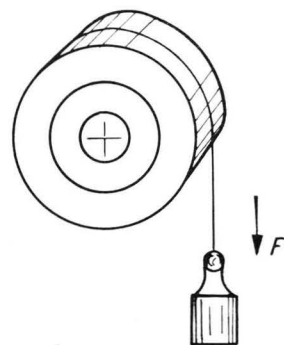

Bild 3
2. Einstellen der Vorspannung der Bremszugstangenfeder, und zwar so, daß bei gleichgroßem Kraftangriff  $F$  am Umfang der Hinterräder sich diese bei voll angezogener Bremse gerade durchdrehen (Bild 3).